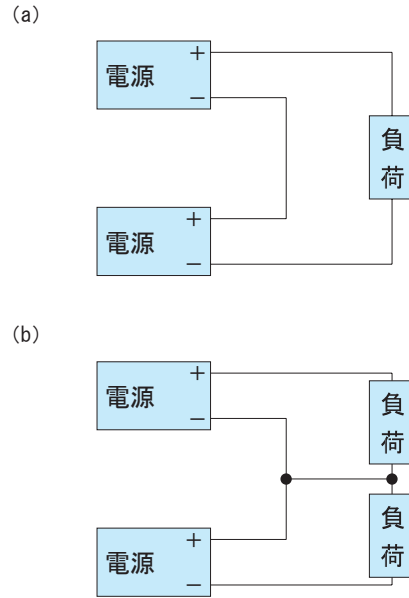

図4.1 直列運転
- 図4.1の配線をすることによって、直列運転が可能です。ただし、(a)の場合、出力電流は直列接続している電源のいずれか小さい方の定格電流以下とし、電源内部に定格以上の電流が流れ込まないようにしてください。